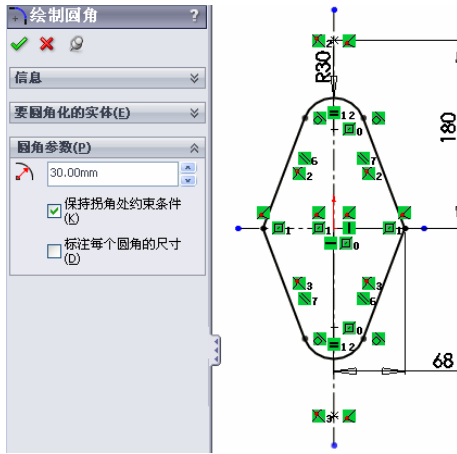

图 4-33 生成圆角
- ⑧ 绘制圆角。单击圆角按钮，设置圆角半径为 30mm，在草图中选择菱形的上下两个顶点，如图 4-33 所示。点击确认按钮，完成圆角的生成。